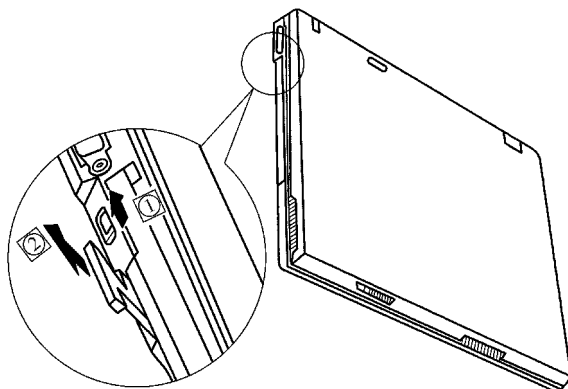

图 6-3 弹出光驱拖钩
(1) 首先将锁定的卡子向箭头“①”所示方向拨，光驱拉杆即会向箭头“②”所示方向弹出，再将拉杆轻轻向外拉，就可以拉动光盘驱动器，如图 6-3 所示。